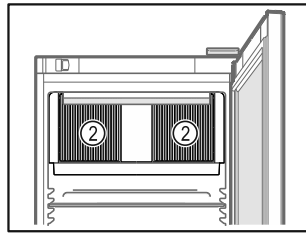

Fig. 62
- A belső térben lévő keringető ventilátor szellőzőnyílásait Fig. 62 (2) tartsa szabadon.